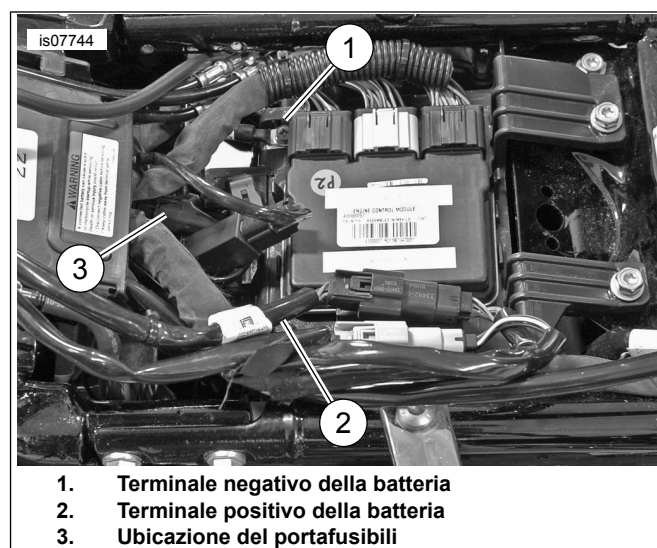

Figura 5. Collegamento della batteria
8. Vedere Figura 5. Installare il coperchio del passacavi. Tappare il lato maschio di ogni connettore non utilizzato con un coperchio di protezione dalle intemperie a quattro vie (n. codice 72632-10). Usare il tappo di protezione dalle intemperie fornito con il connettore [313] sul cablaggio 692000478 o del connettore [162] del cablaggio della carenatura originale.